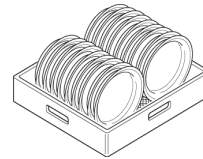

Fig.22
- 1- Coloque los platos en posición frontal. (Fig. 22)